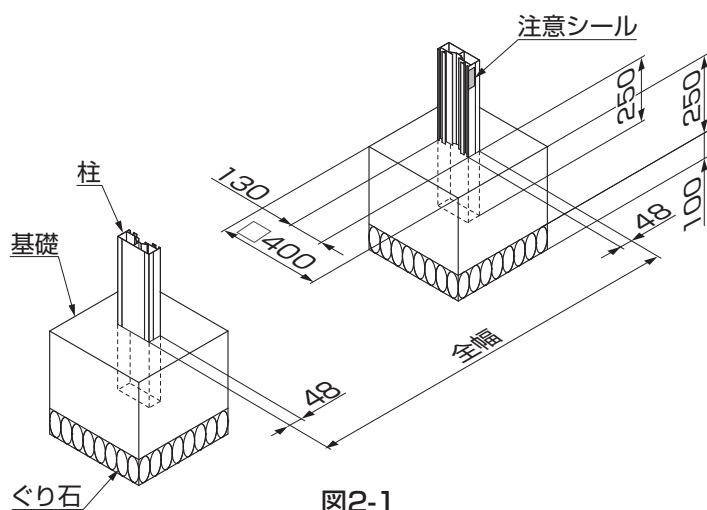

図2-1
- 基礎寸法は、指定寸法以上にしてください。（図2-1参照）